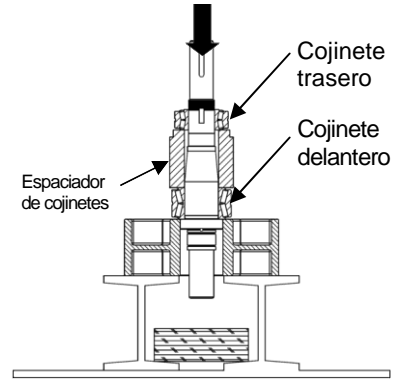

Figura 48: Retirar cojinetes y manga del eje
- 5) Usando una prensa y un bloque en V, retire los cojinetes delanteros y traseros junto con el espaciador de cojinetes. Para evitar que se dañen los ejes, asegúrese de que ambos extremos estén protegidos (Figura 48). Consulte la Tabla 5 para conocer la fuerza necesaria (en toneladas) para presionar los cojinetes fuera de los ejes.